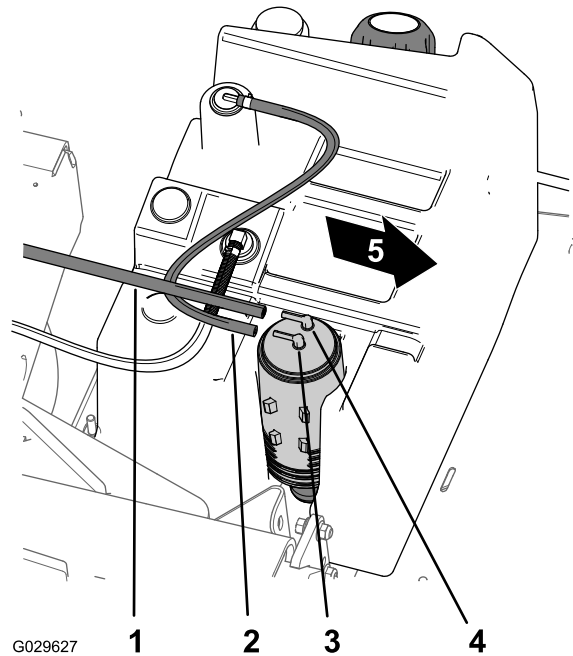

Bild 47
- Schließen Sie den Kraftstofftankschlauch vom Anschlussstück am Aktivkohlefilter ab, das mit „Fuel Tank“ markiert ist (Bild 47).
- Schließen Sie den Saugschlauch vom Anschlussstück am Aktivkohlefilter ab, das mit „Purge“ markiert ist (Bild 47).
8. Befestigen Sie den Saugschlauch am Anschlussstück am Aktivkohlefilter, das mit „Purge“ markiert ist, und den Kraftstofftankschlauch am Anschlussstück, das mit „Fuel Tank“ markiert ist (Bild 47).